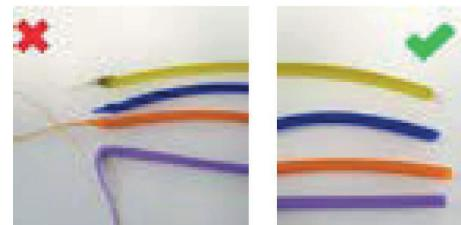

Fig. 22
- ⇒ Tagli l'estremità del filamento in modo che sia dritto e non abbia danni, curve, pieghe o parti fuse (Fig. 22).